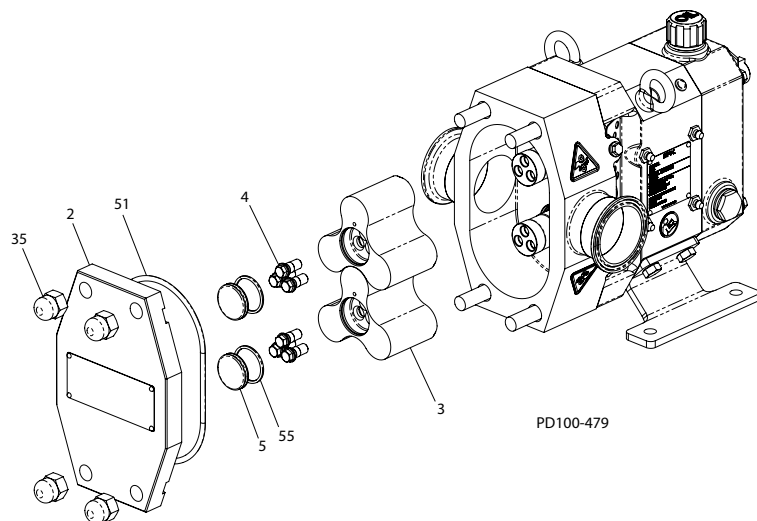

Abb. 30 - Pumpenabdeckung und Rotor entfernen
Tabelle 4: Positionstabelle für Abb. 30
1. Hutmuttern der Abdeckung entfernen (Abb. 30, Einzelheit 35).
1. Entfernen Sie die Schraubkappen (Abb. 30, Einzelheit 5) vor den Rotoren (Pos. 3). Entfernen und untersuchen Sie die O-Ringe (Pos. 55)
3. Entfernen Sie die Rotoren (Abb. 30, Einzelheit 3). Wenn die Rotoren nicht mit der Hand entfernt werden können, drehen Sie diese, um sie zu lösen. Wenn dies keinen Erfolg hat, klopfen Sie mit einem Gummihammer das Gehäuse nach vorne, um die Rotoren zu lösen.